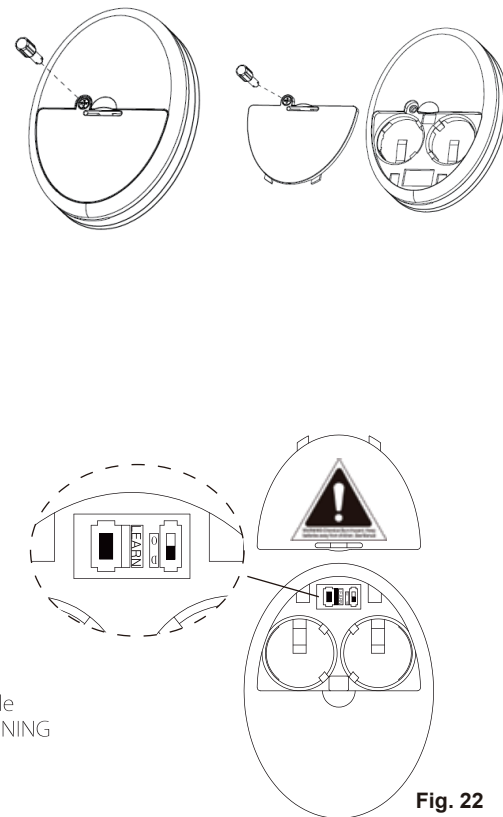

Fig. 22
ACTIVATION DU PROCESSUS D'APPRENTISSAGE(Fig. 22)
2. Après l'installation est terminée, l'alimentation C.A. est allumé dans les 30 secondes, appuyez sur le bouton LEARN et maintenez-le enfoncé pendant 3 secondes. Le ventilateur s'allume à vitesse moyenne et le lumière (s'il est installé) s'allume. Ceci confirme que le réglage SMART SYNC est actif et OK (Fig. 22).
INTERRUPTEUR DE SÉLECTION DE LA FONCTION lumière (Fig. 22)